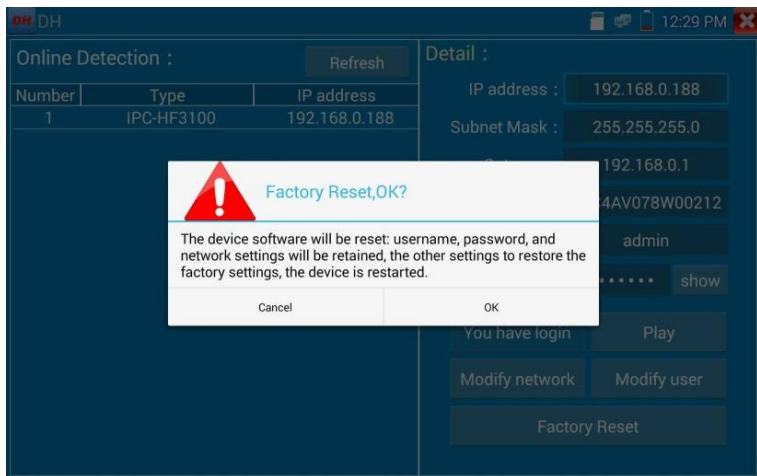

Рис. 121 Сброс к заводским настройкам
6. Для сброса настроек видеонаблюдения к заводским воспользуйтесь кнопкой «Сброс к заводским настройкам» (Factory Reset) рис. 121